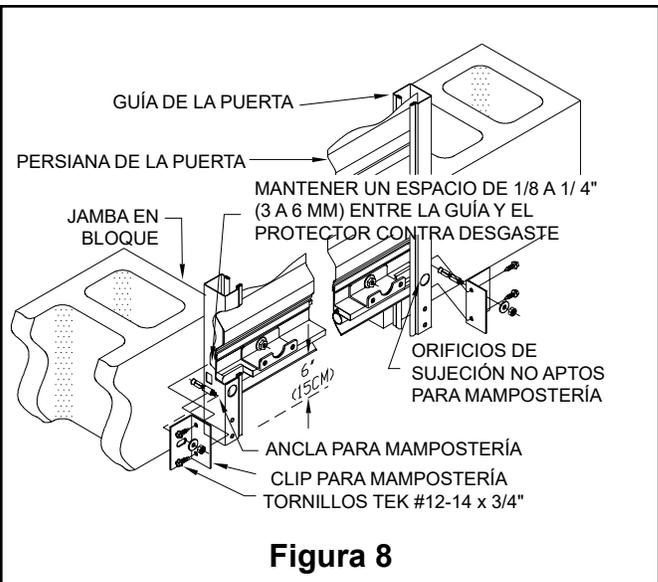

Figura 8
**7.1** Jale la puerta hacia abajo hasta que quede a 6" del piso (véase la Figura 8). Ajuste las guías de la puerta para que haya un espacio libre de 1/8" a 1/4" de lado a lado. Si el espacio libre es demasiado pequeño, será difícil operar la puerta. Si el espacio libre es demasiado grande, la puerta se moverá excesivamente de lado a lado y puede causar que quede atascada.
**7.2c** Asegure las jambas de mampostería instalando clips para mampostería a lo largo de la altura de la guía, usando un clip puesto al lado de cada orificio de montaje en la guía. Asegúrese de que los clips estén alineados con la parte posterior de la guía. Fije cada clip a la guía con dos (2) tornillos Tek pequeños (#12-14 x 3/4") provistos (véase la Figura 8). Perfore un orificio en la mampostería y fije el clip donde corresponde con los anclajes provistos.